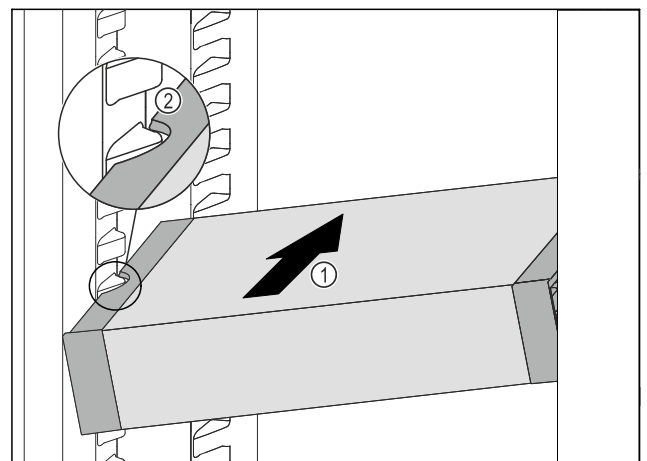

Fig. 56
- ▶ VarioSafe zasúvajte šikmo do chladničky Fig. 56 (1), kým sa bočné vybrania Fig. 56 (2) VarioSafe nebudú nachádzať vo výške rebra nádoby v chladničke.